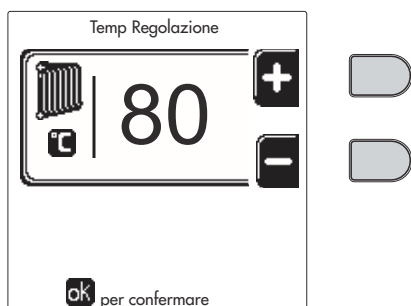
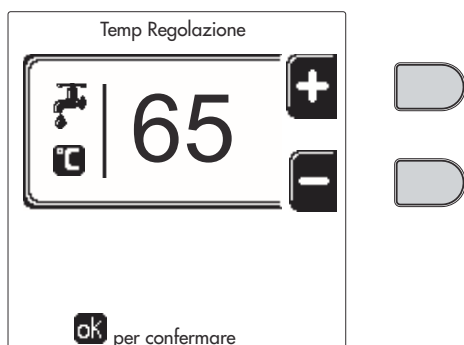

fig. 12
fig. 14
- **ON**. Ante una demanda de calefacción/ACS, la caldera funciona a la temperatura de Regulación de calefacción/ACS (fig. 12/fig. 14) programada.
- . Ante una demanda de calefacción/ACS, la caldera funciona a la temperatura de Regulación Reducida. La temperatura reducida se obtiene restando la temperatura de Regulación Reducción a la temperatura de Regulación calefacción/ACS (fig. 12/fig. 14) programada.